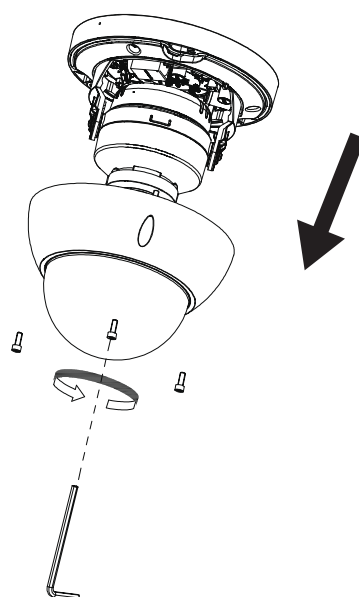

Рисунок 4.3 – Монтаж
2. С помощью ключа из комплекта поставки выкрутите винты и аккуратно отсоедините корпус (купол) от устройства (Рисунок 4.3).